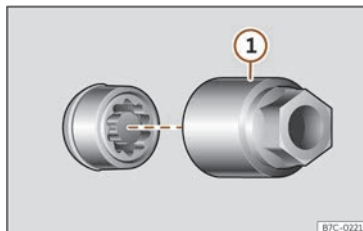

Abb. 208 Diebstahlhemmende Radschraube mit Abdeckkappe und Adapter
- Setzen Sie den Spezialadapter >>> (Abb. 208) ① (Bordwerkzeug >>> S. 293) bis zum Anschlag in die diebstahlhemmende Radschraube ein.